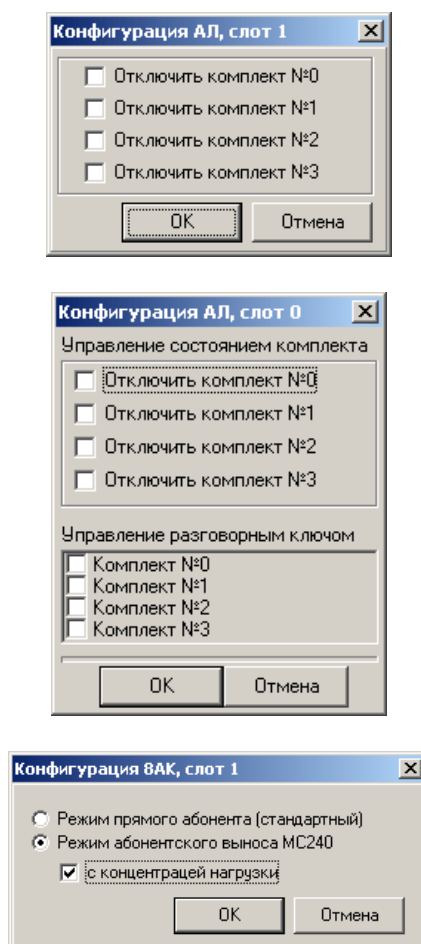

Рисунок 8
- щелкнуть правой кнопкой мыши на изображении нужной платы периферии и выбрать из контекстного меню пункт «*конфигурация платы*», после чего появится окно конфигурации (рис. 8);